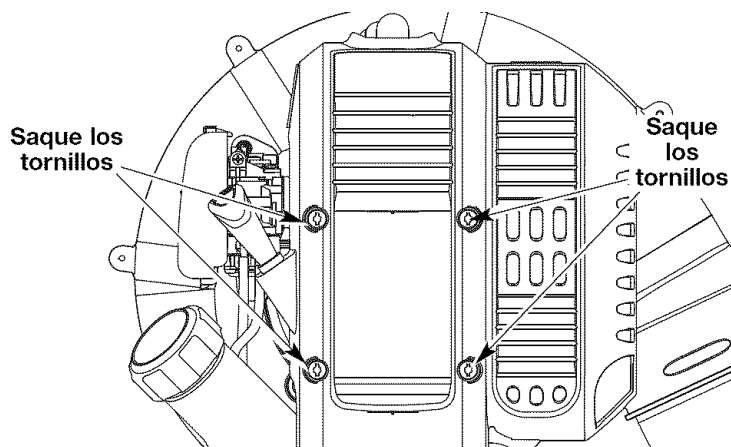

Fig. 25
1. Apague el motor y espere que se enfríe. Quite los cuatro (4) tornillos de encima de la tapa del motor con un destornillador de pala o Torx #25 (Fig. 25).
1. Saque la cubierta del motor (Fig. 25).